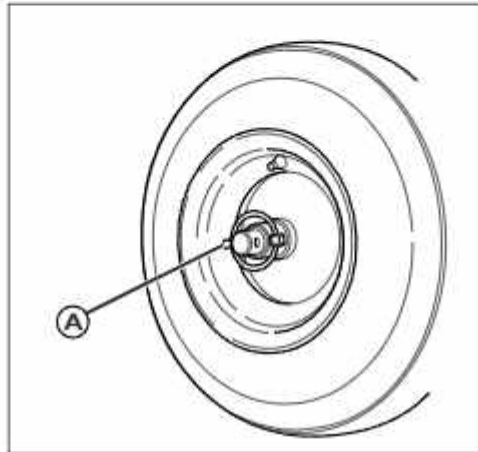

Рис. 30
1. Откройте защелкивающееся кольцо (рис. 30, поз. А)